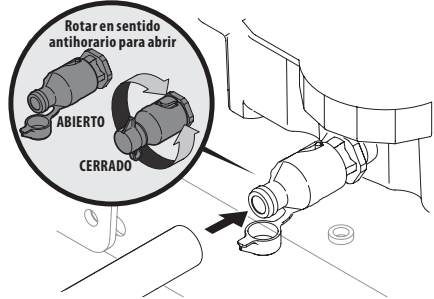

Figura 22
4. Abra la tapita protectora del extremo de la válvula de drenaje para visualizar el orificio de drenaje. Consulte la Figura 22.